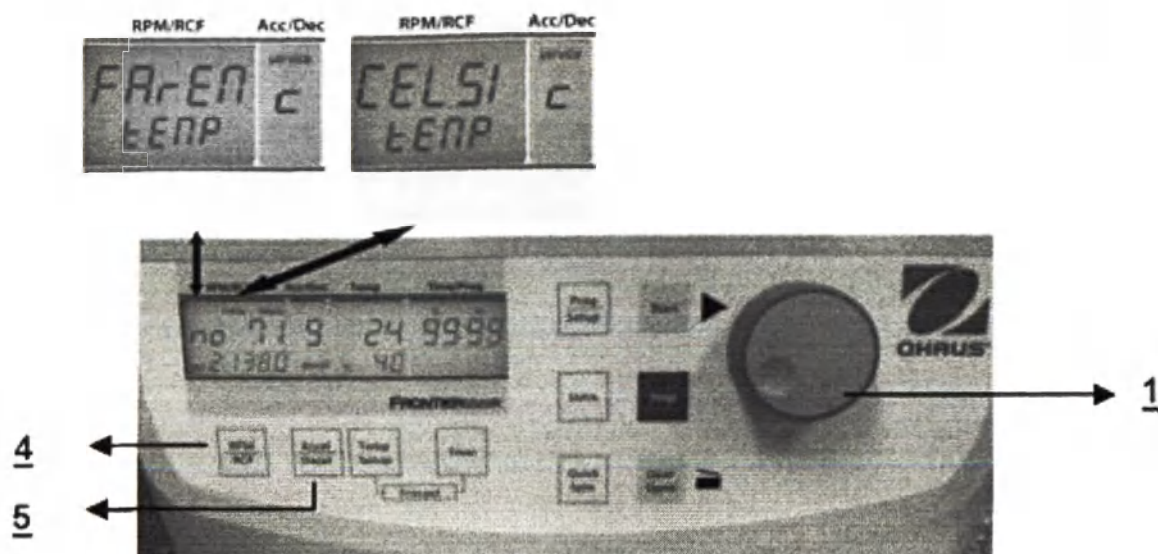

Рис. 32
Включите режим установки параметров, как указано в разделе 4.1.2, затем нажмите кнопку **Accel/Decel** (5). В поле **Acc/Dec** (A-2) экрана появится слово **Service**. Вращая рукоятку (1), выберите символ **C**. В поле **RPM | RCF** (A-1) в этом случае появится текст **CELSI/temp**. Если нажать кнопку **RPM | RCF** (4), слово **CELSI** начнет мигать, и с помощью рукоятки (1) можно переключиться на шкалу Фаренгейта – **FAREN** (см. рис. 32).